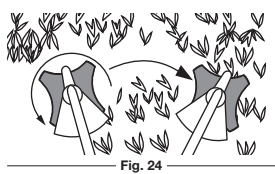

Fig. 24
- Corte girando la parte superior de su cuerpo de izquierda a derecha (Fig. 24).
- Mueva la unidad de su izquierda a derecha hacia el material que va a cortar (Fig. 24).